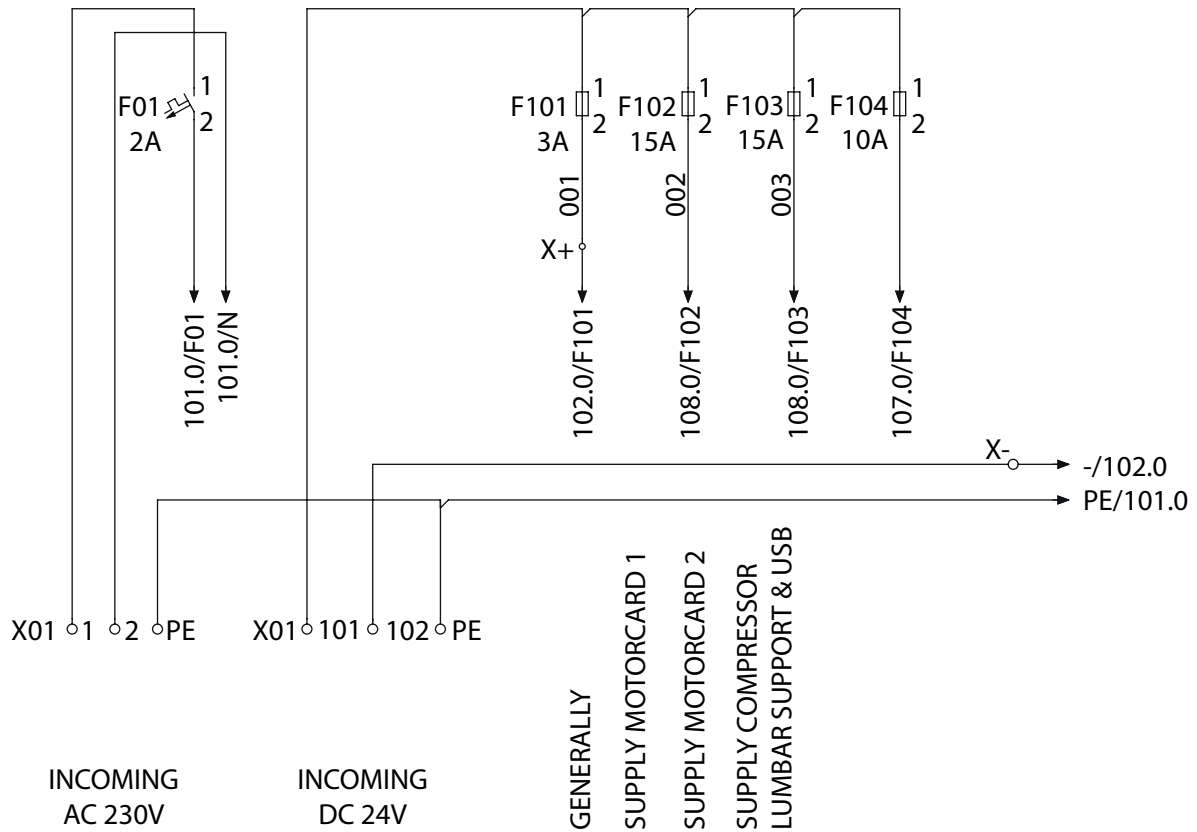
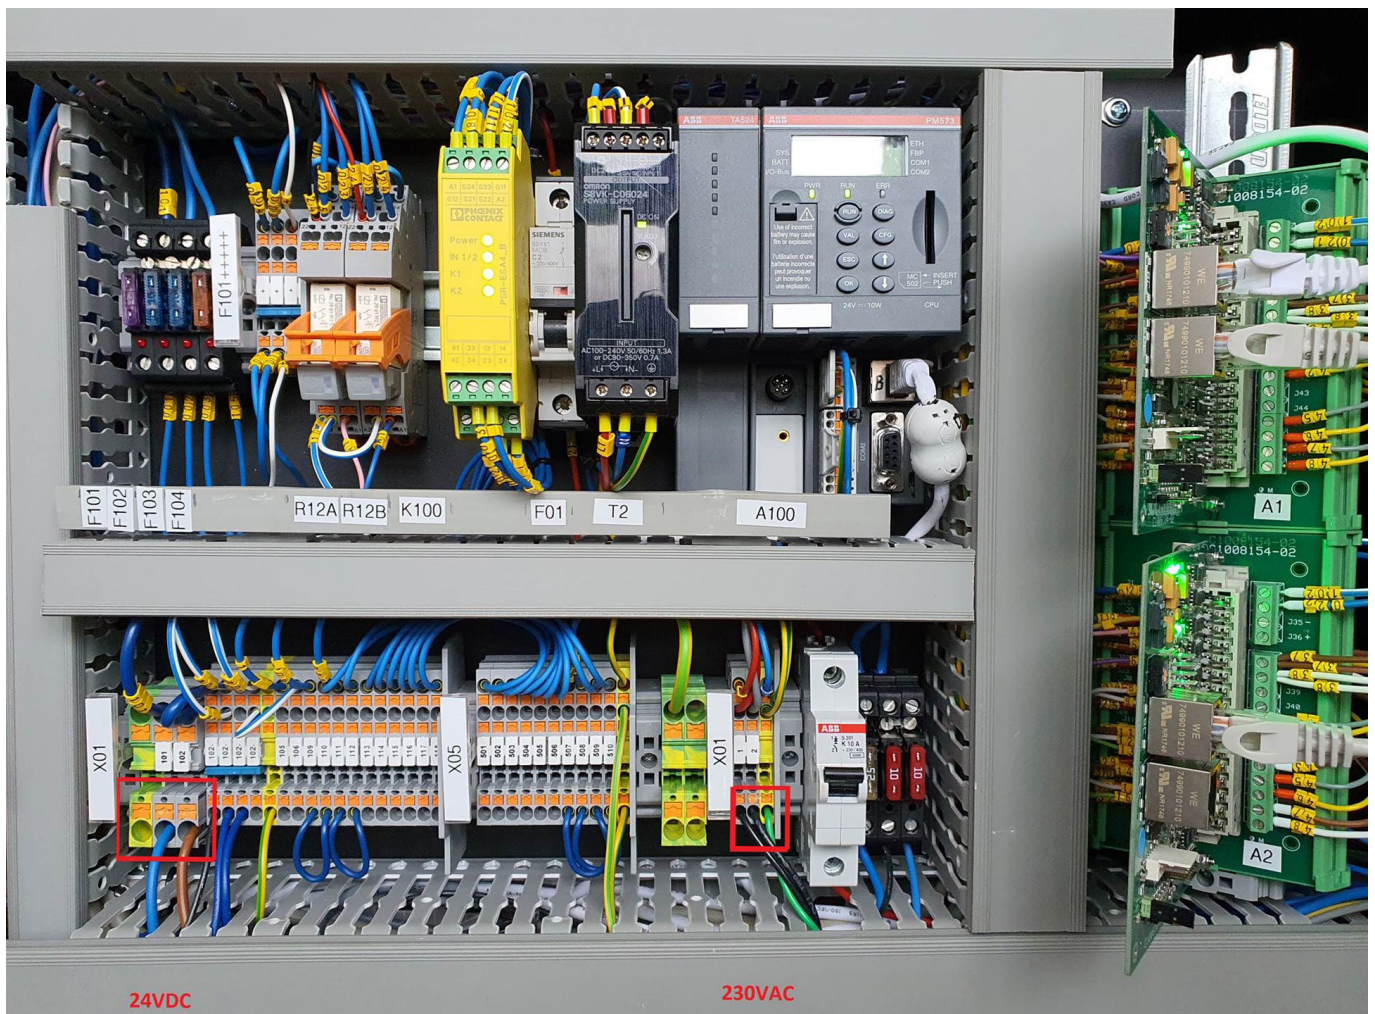

Abbildung 10. Anschlussplan
Abbildung 11. Elektrische Anschlüsse
5. Schließen Sie die Anschlussleitungen an den dafür vorgesehenen Klemmen oder Steckern/Buchsen gemäß dem Anschlussplan (siehe Abbildung 10 „Anschlussplan“, Seite 19), den zugehörigen Stromlaufplänen (siehe Kapitel 11. „Mitgeltende Dokumente“, Seite 36) und den Vorgaben des Betreibers an (siehe auch Abbildung 11 „Elektrische Anschlüsse“, Seite 19. Achten Sie darauf, dass alle Leitungen ohne Knick- und Scheuerstellen verlegt sind.
6. Schließen Sie den Schaltschrank (20) mit dem zugehörigen Schlüssel (20.1).